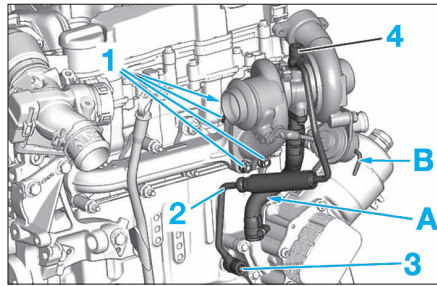

FIG. 75
- Déposer les vis (3) et (4) (Fig.75).